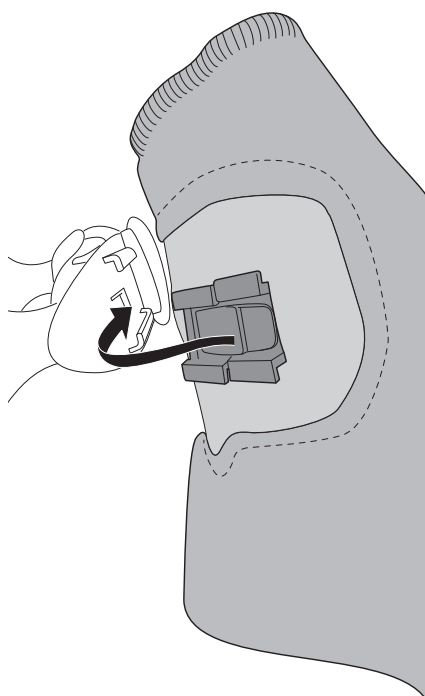

Fig. 29c
- c. Rattacher la bague de maintien du tuyau d'admission d'air à la coiffe. Un déclic se fera entendre lorsque celle-ci sera connectée de façon appropriée (Fig. 29c et 29d).